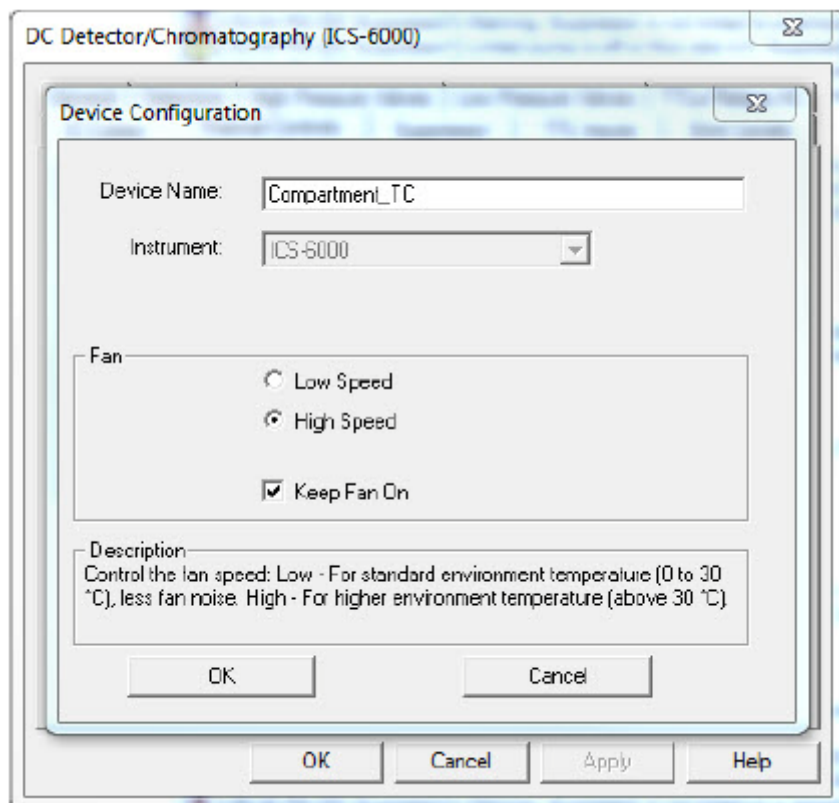

图 2-24. 设置 DC 上检测器室风扇速度
4. 在风扇选项下，点击“高速（High Speed）”（见图 2-24）。